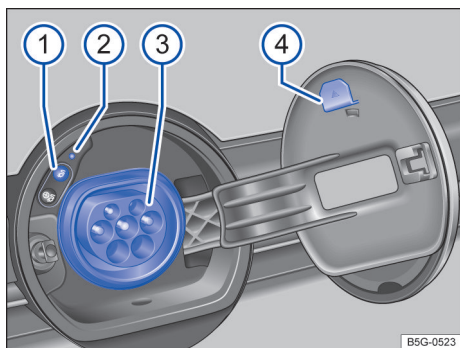

Fig. 161 Atrás da tampa do carregamento da bateria na grade do radiador: tomada de carregamento.
Legenda para → Fig. 161:
◀ A bateria de alta tensão do veículo pode ser carregada pela respectiva tomada de carregamento com **corrente alternada (CA)** → Fig. 161 ③.
- No veículo destravado, pressionar a tampa do carregamento da bateria para abri-la → Fig. 161. Se houver, pendurar capa de proteção da tomada na tira.
Assim que o conector de carregamento é detectado, o indicador do processo de carregamento se acende em amarelo → Fig. 161 ②. No display do instrumento combinado é exibida a luz de controle ⚡.
O indicador do processo de carregamento na tomada de carregamento pulsa em verde → Fig. 161 ②.
Pressionar o botão de carregamento imediato  → Fig. 161 ①. O conector de carregamento permanece travado. O processo de carregamento pode ser prosseguido, pressionando-se novamente o botão de carregamento imediato .